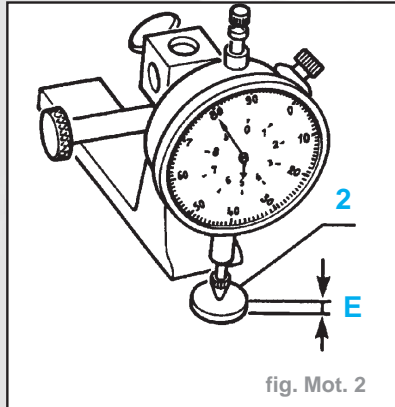

fig. Mot. 2
- Mesurer l'épaisseur (E) des grains de réglage (2) (Fig. Mot. 2).
- Déterminer l'épaisseur des grains de réglage (2) à monter, en se reportant à l'exemple (colonne A ou B) du tableau suivant.
**Attention :** Après une intervention sur la culasse (échange arbre à cames, poussoirs, soupapes ou rodage soupapes), des grains de réglage (2) d'épaisseur  $E = 2,425$  mm.